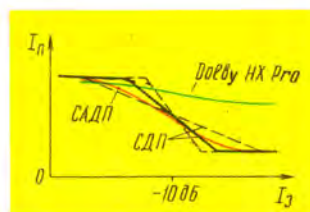

Рис. 9
являются и динамическими, и адаптивными. Название САДП дано новой системе только для того, чтобы отличить ее от предшественницы. Их главное отличие заключается в способе управления током подмагничивания, которое наглядно показано на рис. 9. Легко убедиться, что даже при правильной регулировке СДП-2 при некотором опорном уровне записи (—10 дБ) наклон ее характеристики регулирования может быть больше или меньше оптимального, удовлетворяющего условию (4), что про-